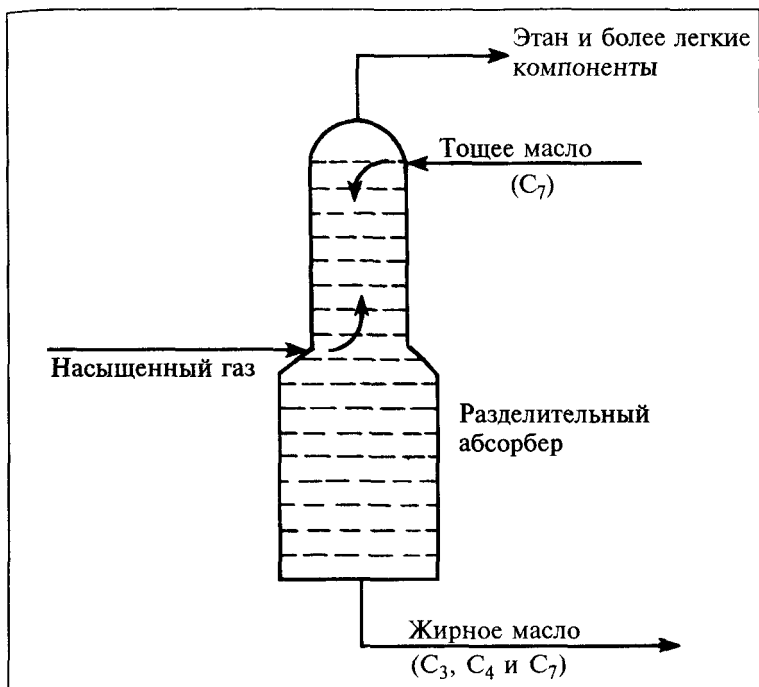

Рис. 7.2. Абсорбция.
3. *Абсорбция* (поглощение). Оставшиеся газы под высоким давлением направляются в *разделительный абсорбер* (поглотитель). На верхнюю тарелку абсорбера подают нефть, которая просачивается вниз по колонне. По дороге она собирает (абсорбирует) большую часть пропана и бутана, оставшихся в газовой фазе. Нефть, собравшую эти газы, называют *насыщенным абсорбционным маслом*. Соответственно нефть, которую подают в верхнюю часть колонны для абсорбции пропана и бутана, называют *отбензиненным абсорбционным маслом* (Вы помните, что американцы называют их «жирное» масло и «тощее» масло) (рис. 7.2).